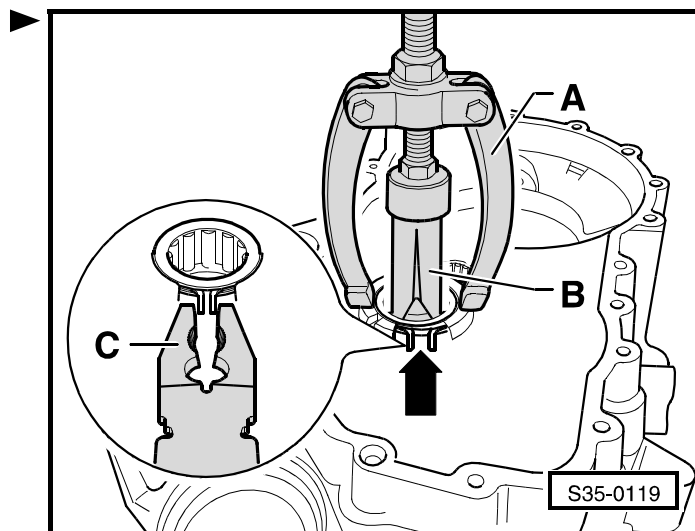

Рис. 2: Запрессовывание роликоподшипника в картер сцепления
- запрессовывание ⇒ Рис. 2 в **35-1** страница 4